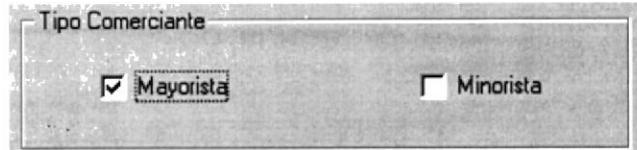

Figura 8.6 Opción de tipo de comerciante
23. Lo mismo tendrá que hacer con tipo de comerciantes si es mayorista o minorista según sea el caso así (ver figura. 8.6)